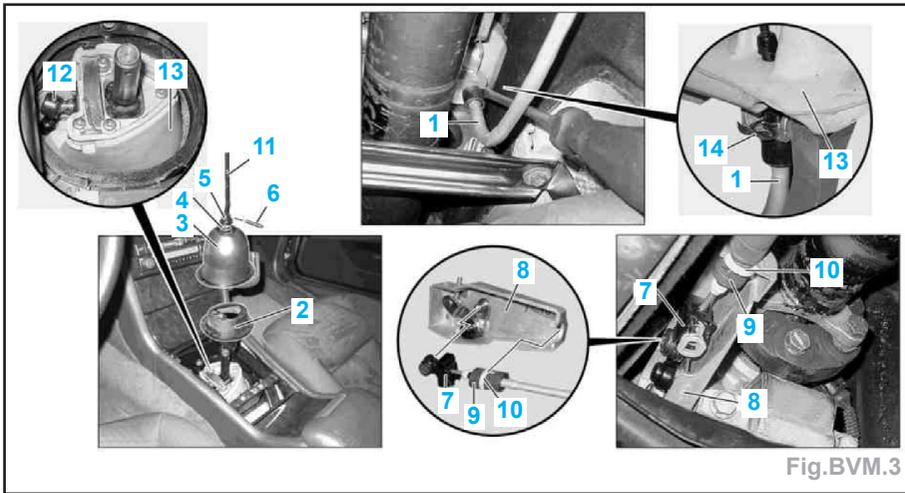

Fig.BVM.3
- Dégager la rondelle (5) et le ressort (4) par le bas et extraire la goupille de sécurité (6) (Fig.BVM.3).
- Déclipser le soufflet extérieur (3) et déposer le levier de vitesses (11).